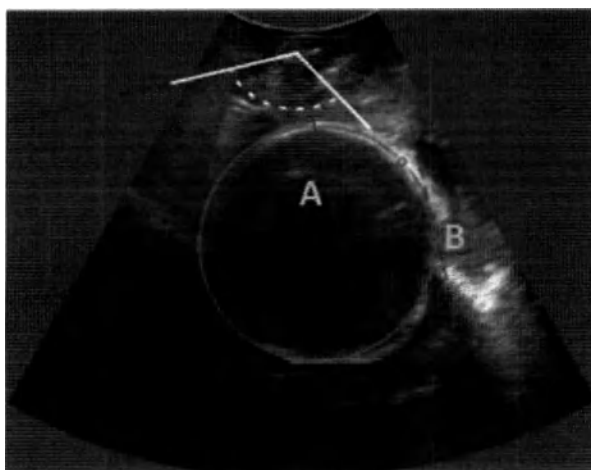
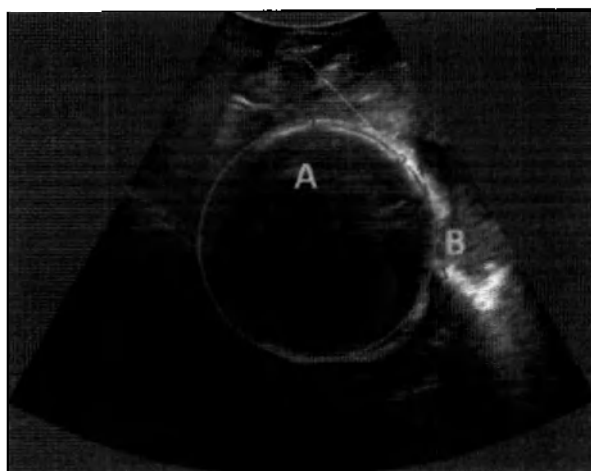

Рис. 1 Измерение угла прогрессии (РА).
Рис. 2. Измерение продвижения плода по родовым путям (FHS).
Для оценки угла прогрессии (рис.1) и продвижения плода по родовым путям (рис. 2) используется продольное сканирование.
- Программа автоматически вычисляет угол прогрессии как угол между продольной осью симфиза и линией, идущей от центроида симфиза по касательной к переднему краю черепа плода (рис. 1).
Значение положения головки плода, которое определяется как индикатор продвижения плода по отношению к седалищным костям, автоматически измеряется программой с использованием расстояния между линиями А и В и расстояния между головкой плода и лобковым симфизом (рис. 2).